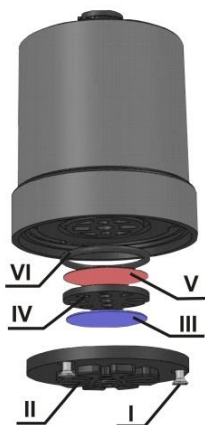

Рисунок 6.1
6.6 Для обеспечения защиты газового сенсора БД для тяжелых условий эксплуатации от проникновения воды и пыли используется система, изображенная на рис. 6.1. Она состоит из:
- (I) – крепежные винты
- (II) – защитная крышка
- (IV) – крышка сетки
- (V) – гидрофобная мембрана с размером пор 0,6 мкм типа МФФК-4 (диаметр 25 мм)
- (VI) – уплотнитель мембраны.
- очистить защитную крышку (II) и крышку сетки (IV), детали из угленаполненного полиамида;
- заменить гидрофобную мембрану (V).
Сборку производить согласно рис. 6.1. Уложить элементы (III), (IV) и (V) на защитную крышку (II) – защитная крышка в сборе. Мембрану положить ровно по центру. Вставить уплотнитель (VI) в паз корпуса БД. Приставить защитную крышку в сборе к корпусу БД – есть ключ для однозначной установки. Зажать винты (I)/